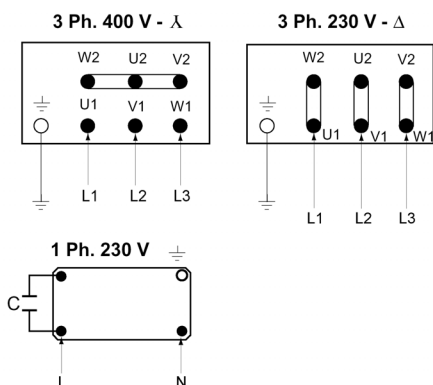

Рис. 4: подключение к сети
- Подключение к сети см. на рис. 4.